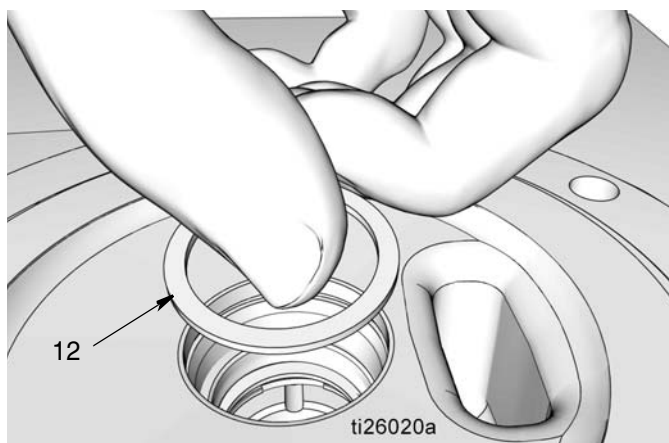

FIG. 33
- e. Monter l'entretoise (12) (FIG. 33).